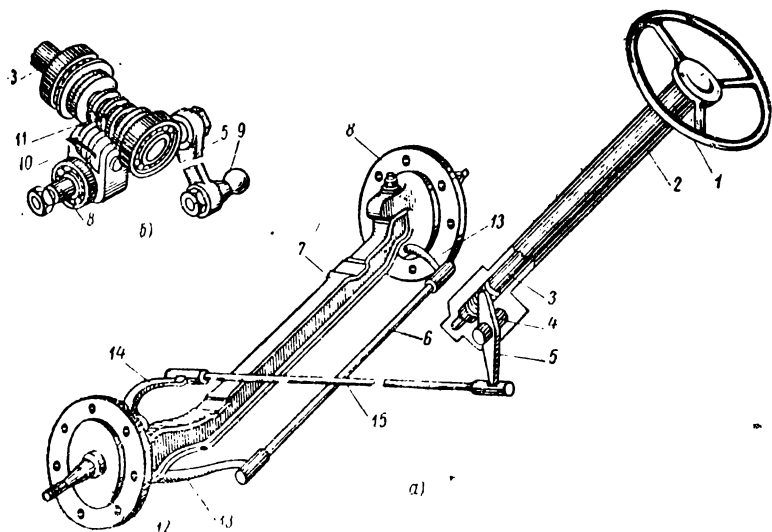

Рис. 46
II. На рис. 46а представлена схема рулевого управления. Назовите детали, составляющие рулевую трапецию.
III. К рулевому механизму или рулевому приводу относятся эти детали: рулевая сошка 5 (рис. 46), про-
IV. Какого типа рулевой механизм представлен на рис. 46б?
V. Какой цифрой на рис. 46б обозначен червяк, вал червяка, ролик и ось цапфы?
VI. Какая деталь рулевого механизма обозначена цифрой 8 на рис. 46б?
VII. На рис. 46б цифрой 5 обозначена рулевая сошка, цифрой 9 шаровой палец рулевой тяги. Это детали рулевого механизма или рулевого привода?
VIII. К рулевому механизму или приводу относятся рулевое колесо 1 (рис. 46а), рулевая колонка 2 и вал червяка 3?